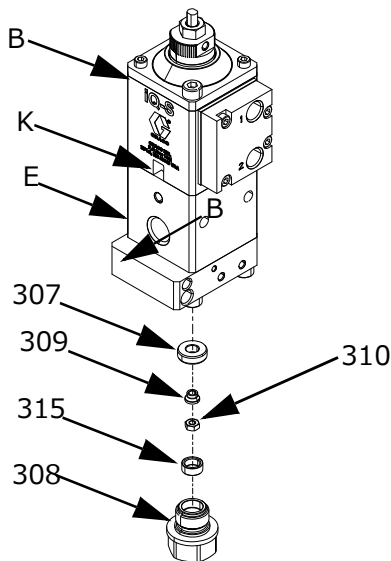

図 10
3. スナッフバックバルブ (iQ-S) を使用する場合、エアセクション (B) が液体セクション (E) から切断されるようになる前に、スナッフバックチップ (309) を外してください。図 10。